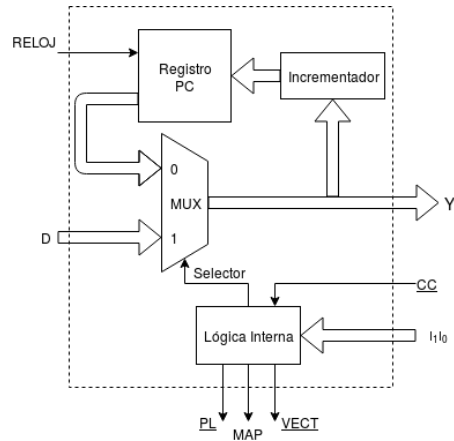

Figura 1: Diagrama de bloques interno de un secuenciador básico.
1. La figura 1 muestra el digrama de bloques de un secuenciador básico. Como se puede observar en el diagrama, la dirección del estado siguiente dada por el bus **Y** puede venir de dos lugares posibles: 1 del registro μPC , 2 de la entrada **D**.